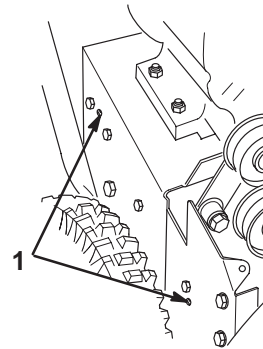

Figure 34
18. Remplacez les 2 vis de fixation de l'ensemble bras de frein de tarière. Vérifiez que les ergots sont bien engagés dans les trous du côté gauche de la déneigeuse (Fig. 34).
14. Remontez les 2 vis de fixation de l'ensemble bras de frein de tarière. Vérifiez que les ergots sont bien engagés dans les trous du côté droit de la déneigeuse (Fig. 34).